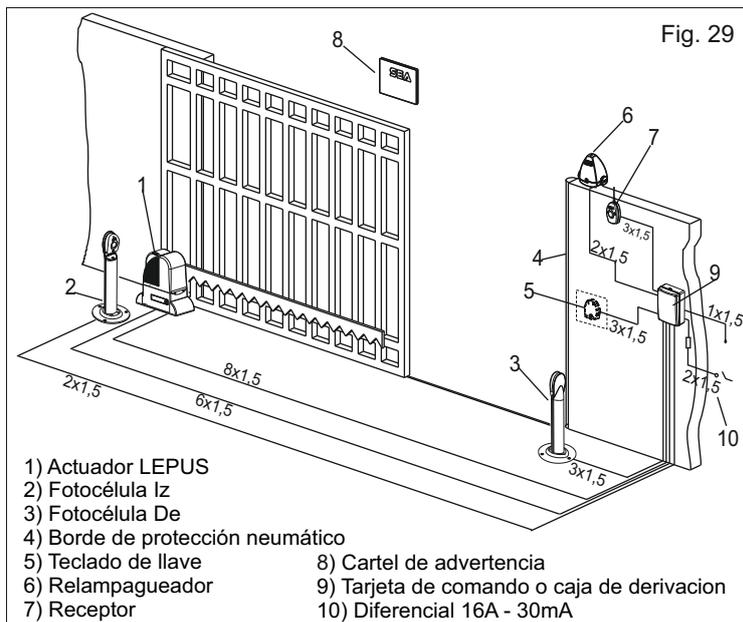

Fig. 29
13. CONEXIONES ELÉCTRICAS (Fig. 29)